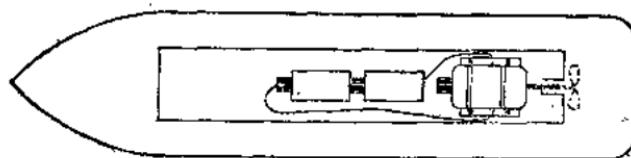

图 4
7. 电动机的两个接线头接上电源(电源用两节1.5伏干电池)(图4)。